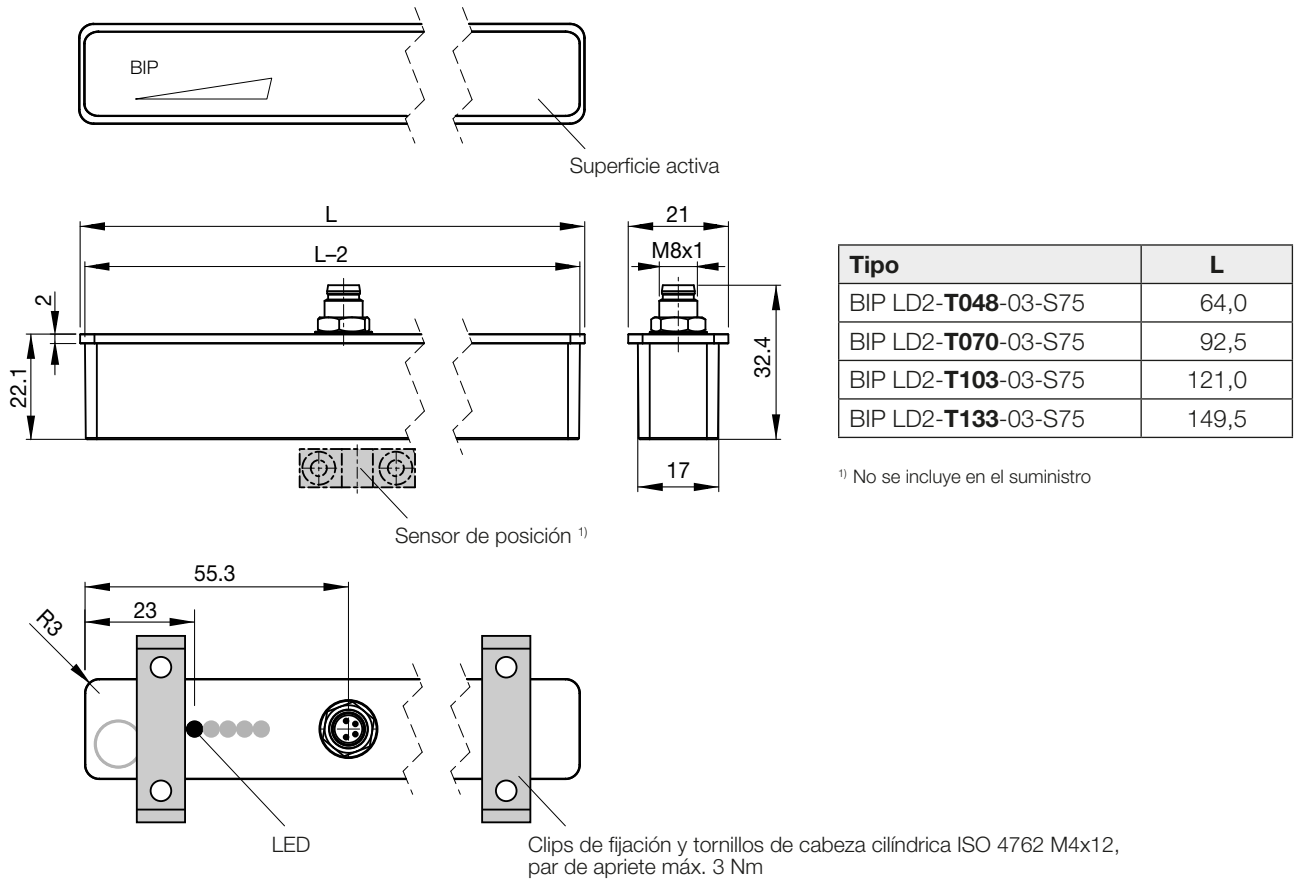

Fig. 3-1: Estructura
- Tenga en cuenta los pares de apriete, véase Fig. 3-1.